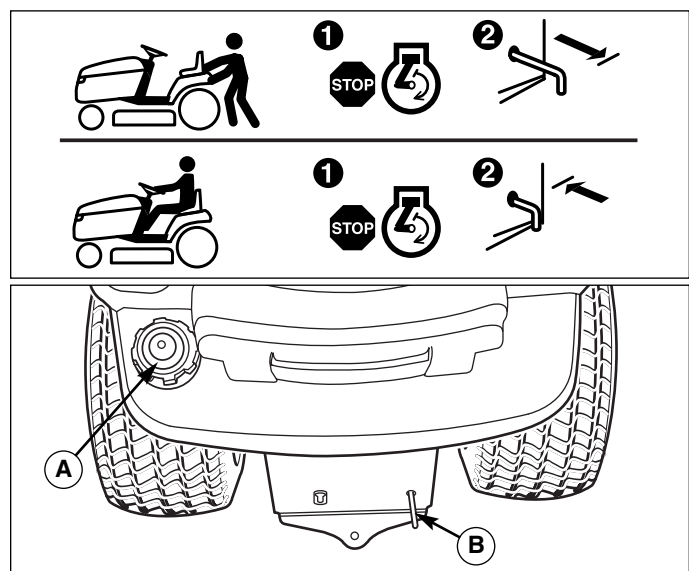

Figure 3. Levier de débrayage de la transmission et réservoir d'essence
1. Ouvrir le bouchon du réservoir (A, Figure 3).